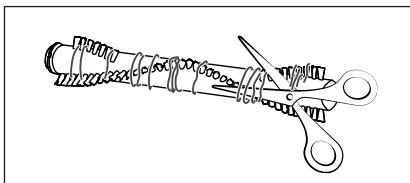

Abb. 28
- 4) Schneiden Sie Fäden und Haare entlang der Borsten der Bürstenrolle 20 mit einer Schere durch (siehe Abb. 28). Entfernen Sie Fäden und Haare von der Bürstenrolle 20.